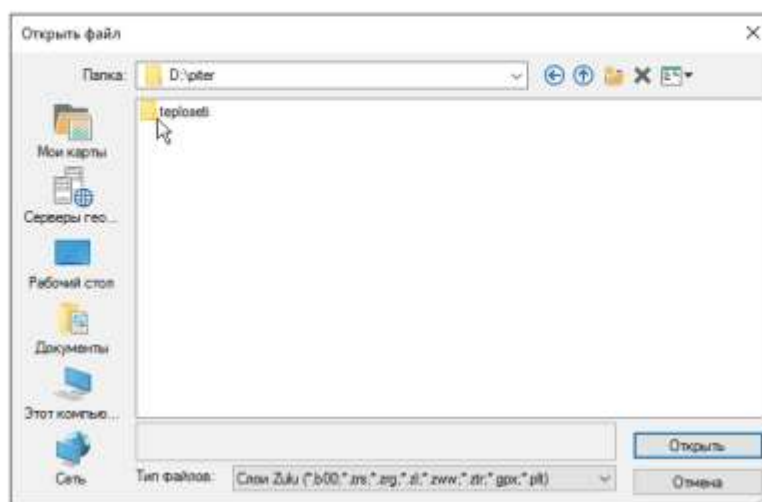

Рисунок 3.10. Диалог выбора слоя
1. Выбрать команду главного меню Карта|Добавить слой, либо нажать кнопку  на панели инструментов. На экране появится диалог выбора слоя. (смотрите Рисунок 3.10. «Диалог выбора слоя»).